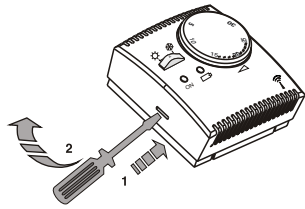

Fig. 6
- Asportare la calotta del termostato come indicato in fig. 6.